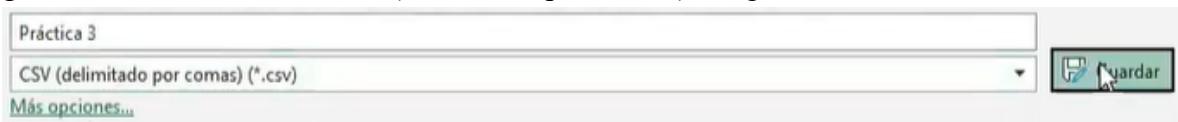

Figura 200. Guardar archivo.
37. Abrir el menú de archivo, presionar en Guardar como, ponerle el nombre de “Práctica 3” y guardarlo con extensión “.csv (delimitado por comas)”. Figura 200.